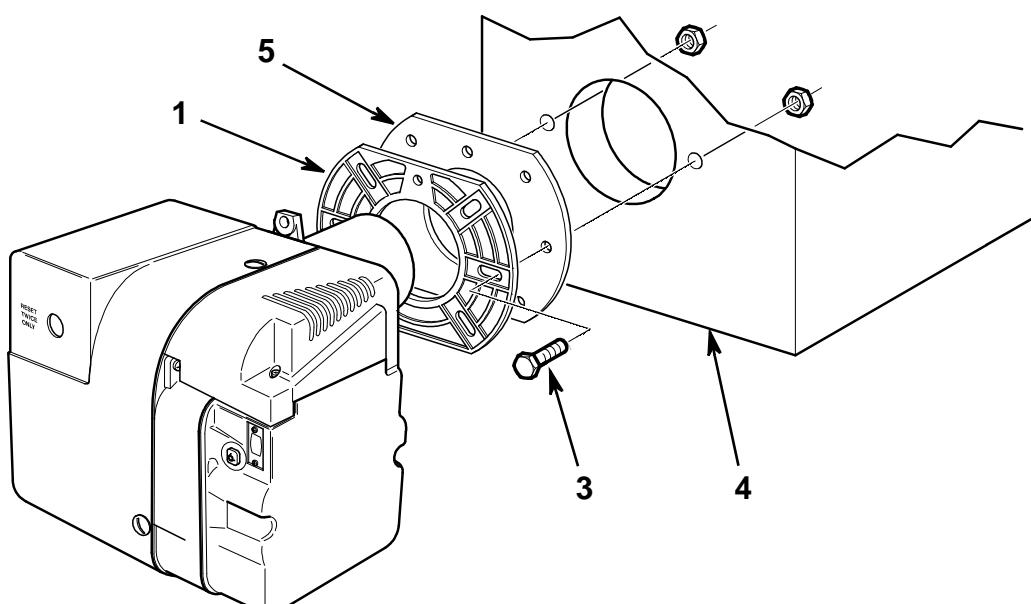

Fig. 6
- Fije la brida (1) al aparato (4) usando las tuercas suministradas (3) con la junta (5) entre ellas como se muestra en la Fig. 6.
- Fije la tuerca de seguridad (8)(Fig. 6) en el bulón (6).